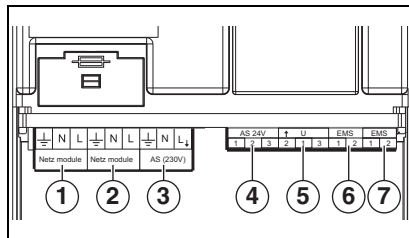
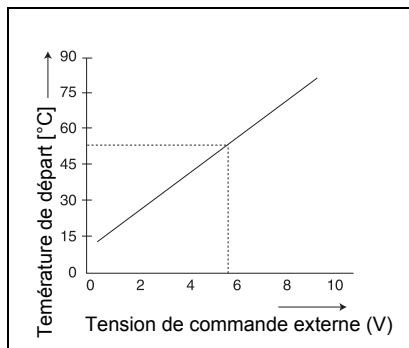

Fig. 2 Raccordements
Fig. 3 Diagramme 0-10 V
- a) Le raccordement AS 24 V (→ fig. 2, [4]), il s'agit ici d'un contact inverseur isolé pour basse tension jusqu'à 24 V. Ce signal de défaut peut être lu par un système de gestion automatisée du bâtiment, par exemple.
- b) Le raccord AS 230 V (→ fig. 2, [3]), celui-ci permet de commander un klaxon ou une lampe d'alarme, par exemple. Dans le cas d'un défaut, ce raccord est sous une tension de 230 VCA.
Le EM10 peut être utilisé comme interface entre le régulateur et une système de gestion technique de bâtiment, par exemple. A l'aide d'un signal 0-10 VCC (→ fig. 2, [5]), il est possible de réaliser une commande par la température de départ ou la puissance (→ fig. 3).
Cette régulation est activée lorsque vous pontez les blocs de jonction 1 et 3 (→ fig. 2, [5] et le schéma électrique à la page 46). Le EM10 prescrit une puissance en pour cent via le signal de 0-10 V → tabl. 2. Il s'agit ici d'un rapport linéaire, → tabl. 2.